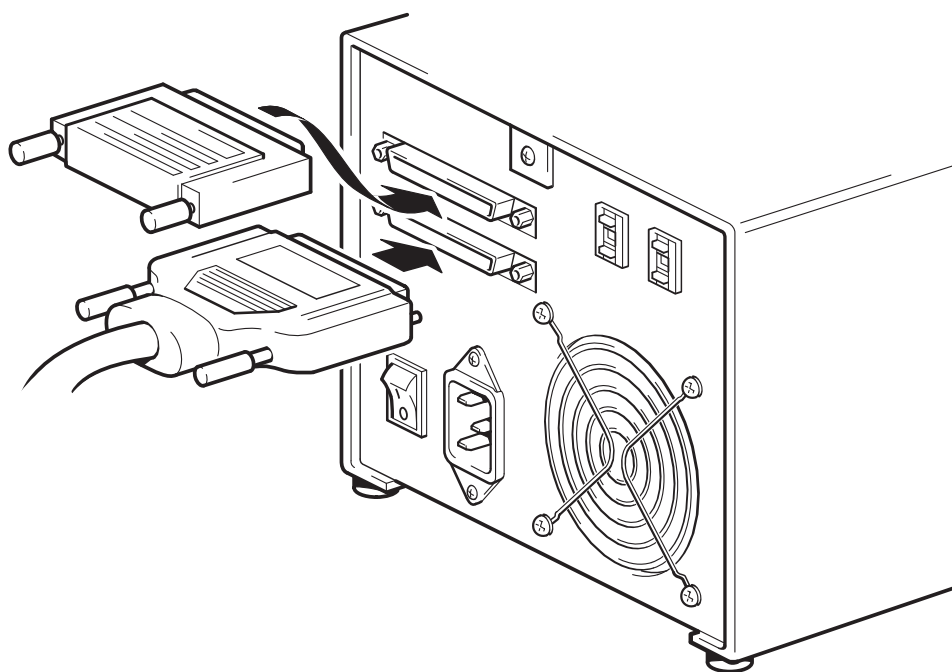

Figura 6: conectar o cabo SCSI
- 4** Ligue a conexão HD do cabo SCSI a um dos conectores do painel traseiro do autoloader e use os parafusos para fixá-la. (Veja a figura 6.)